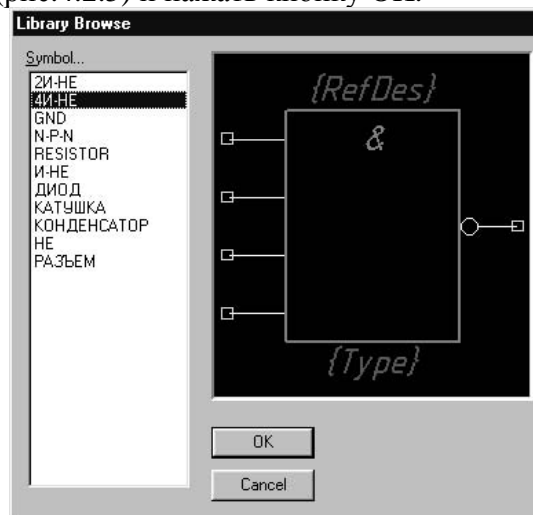

Рис.4.2.5
- Нажать кнопку **Select Symbol** (Присоединить, выбрать символ). Выбрать в списке символов 4И-НЕ (рис.4.2.5) и нажать кнопку ОК.